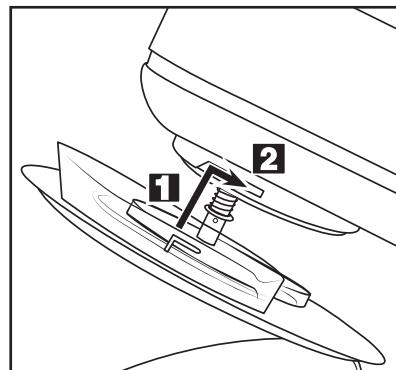
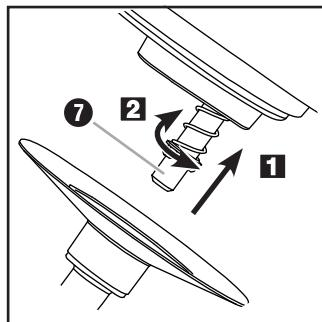

Abb. 1: Montage des Spritzschutzes **⑨**
Abb. 2: Montage der Einsätze
- 2) Setzen Sie die Rührschüssel **⑥** so ein, dass die Arretierungen an der Rührschüssel **⑥** in die Aussparung am Sockel **⑤** greifen.
- 3) Drehen Sie die Rührschüssel **⑥** im Uhrzeigersinn (siehe Symbole  und ) am Sockel **⑤**), so dass diese verriegelt ist und fest sitzt.
4) Montieren Sie den Spritzschutz **⑨** falls gewünscht:
- Schieben Sie den Spritzschutz **⑨** so von unten auf den Schwenkarm **①**, dass die Arretierungen am Spritzschutz **⑨** in die Schienen am Schwenkarm **①** greifen (Abb. 1 / **1**). Der Pfeil am Spritzschutz **⑨** muss auf das Symbol  am Schwenkarm **①** weisen:
- Zum Verriegeln drehen Sie den Spritzschutz **⑨** in Pfeilrichtung zum Symbol , so dass die Arretierung einrastet und der Spritzschutz **⑨** fest sitzt (Abb.1 / **2**).
5) Wählen Sie den passenden Einsatz **⑩** **⑪** **⑫**:
- Den Schneebesen **⑪** z. B. zum Schlagen von Sahne,
- den Rührbesen **⑫** z. B. zum Rühren von Rührteig,
- den Knethaken **⑩** zum Kneten von schwerem Teig, z. B. Hefeteig.
- 6) Montieren Sie je nach Aufgabe Knethaken **10**, Schneebesen **11** oder Rührbesen **12** auf der Antriebsachse **7** (Abb. 2):
- Stecken Sie den Knethaken **10**, Schneebesen **11** oder Rührbesen **12** (nachfolgend „Einsatz“) so auf die Antriebsachse **7**, dass die beiden Metallstifte an der Antriebsachse **7** in die Aussparungen am Einsatz **10** **11** **12** greifen (Abb. 2 / **1**).
- Drücken Sie den Einsatz **10** **11** **12** kräftig auf die Antriebsachse **7**, so dass sich die Feder zusammendrückt und drehen Sie dabei den Einsatz **10** **11** **12** ein wenig gegen den Uhrzeigersinn (Richtung **2**) (Abb. 2 / **2**).